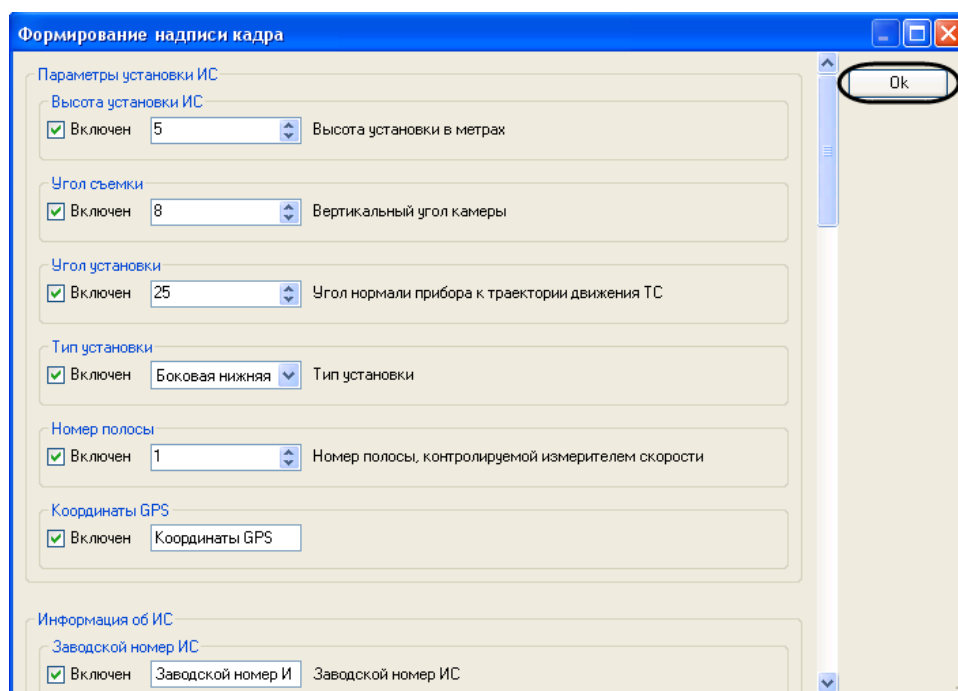

Рис. 7.2—13. Сохранение изменений в диалоговом окне «Формирование надписи кадра»
8. Для сохранения внесенных изменений и закрытия диалогового окна «Формирование надписи кадра» нажать кнопку «ОК» (Рис. 7.2—13).
*Примечание.* Для закрытия данного окна без сохранения изменений следует нажать кнопку «» (Рис. 7.2—13).